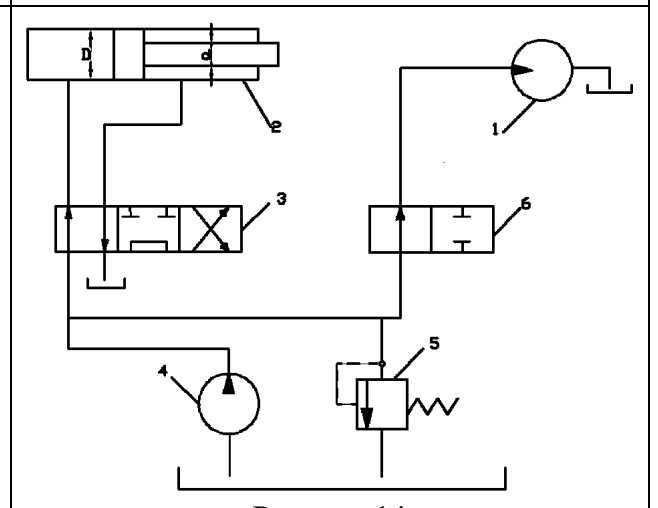

Рисунок 14
14. В объемном гидроприводе (рис. 14) используется гидромотор 1 с рабочим объемом  $q_0 = 25$  см3 и гидроцилиндр 2 диаметром  $D = 100$  мм. Уплотнение поршня в гидроцилиндре манжетное. С учетом суммарной утечки масла в гидроаппаратуре в количестве  $\Delta Q = 300$  см3/мин определить, какую подачу создает насос 4, когда выходной вал гидромотора вращается со скоростью  $n = 980$  об/мин, а поршень гидроцилиндра перемещается со скоростью  $v = 2$  м/с. Объемный КПД гидромотора  $\eta_{об} = 0,98$ .